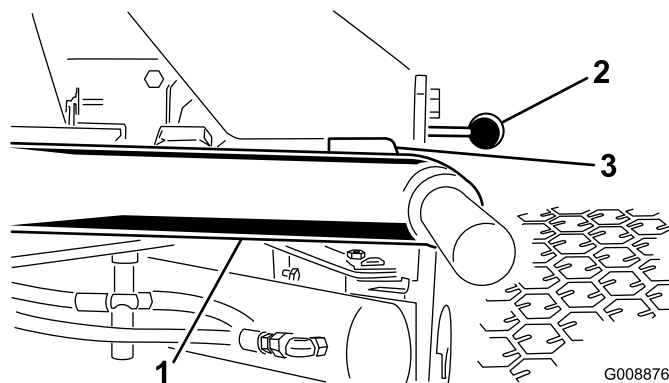

Рисунок 25
- Запустите двигатель, поднимите подъемные рычаги и убедитесь, что зазор между каждым подъемным рычагом и кронштейном панели пола составляет от 5 до 8 мм (Рисунок 25).